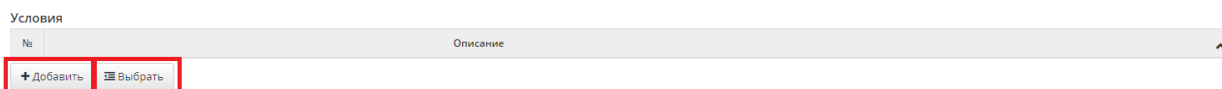

Рисунок 4.2-6– Добавление условия шаблона бланка переключений
1. Нажать кнопку «Добавить» в секции «Условия» шаблона бланка переключений (Рисунок 4.2-6). При этом появится новое условие, присущее данному конкретному шаблону.
2. Нажать кнопку «Выбрать» в секции «Условия» шаблона бланка переключений (Рисунок 4.2-6). При этом появится модальное окно выбора условия из справочника типовых условий.